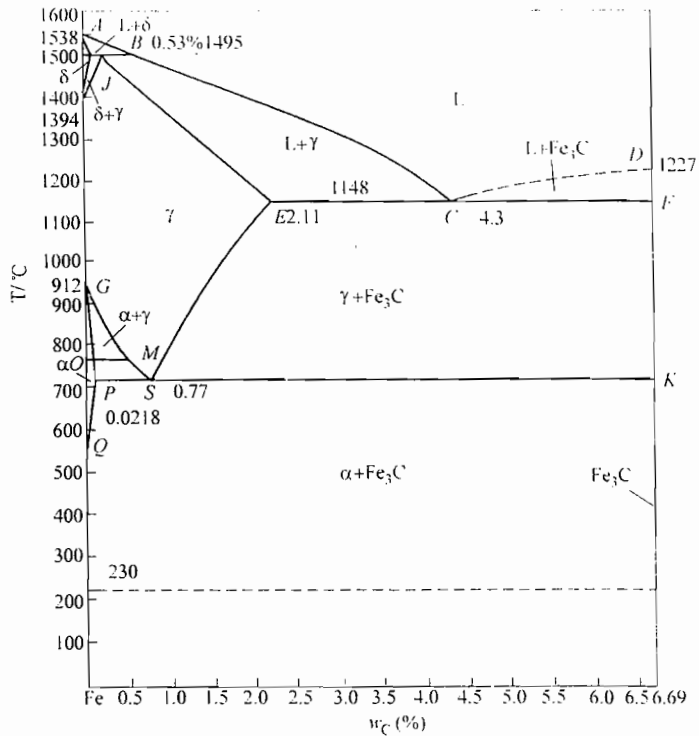

图 16-1 第四题第 9 小题图
- (1) 画出该结构的晶胞, 标注原子坐标;
- (2) 该结构中, 钾和氧离子联合构成哪种堆积;
- (3) 分析结构中各离子配位数是否合理;
- (4) 计算结构是否符合静电价规则;
- (5) 铌酸锂 LiNbO_3 结构属三方晶系, 它和 KNbO_3 能否形成连续固溶体。
9. Fe-Fe₃C 相图如图 16-1 所示。